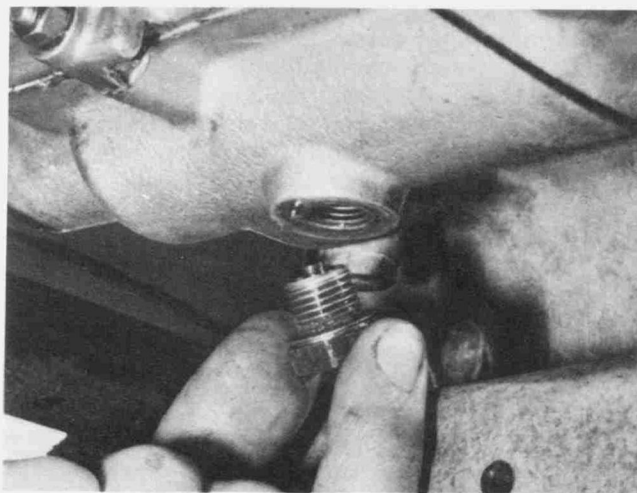

Bild 160
- Die Ölablassschraube unter dem Gehäuse herausdrehen und das Öl in einen Behälter mit einer Mindest-Füllmenge von 0,8 l abfließen lassen (Bild 160).